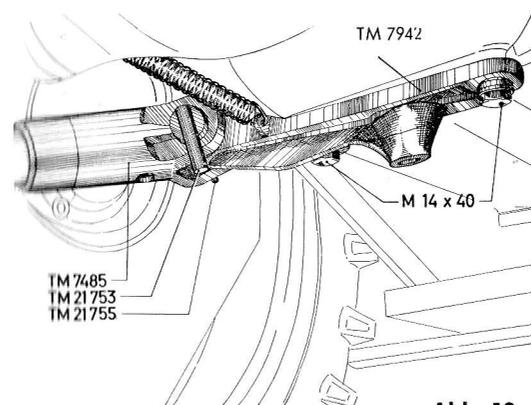

Abb. 10
7. Die **kpl. montierte vordere Abstützung** wird am Lagerkopf TM 7073 durch den Lagerbolzen TM 21 753 mit der vorderen Lagerplatte TM 7075 verbunden und durch den Klappsplint TM 21 755 gesichert (Abb. 10).